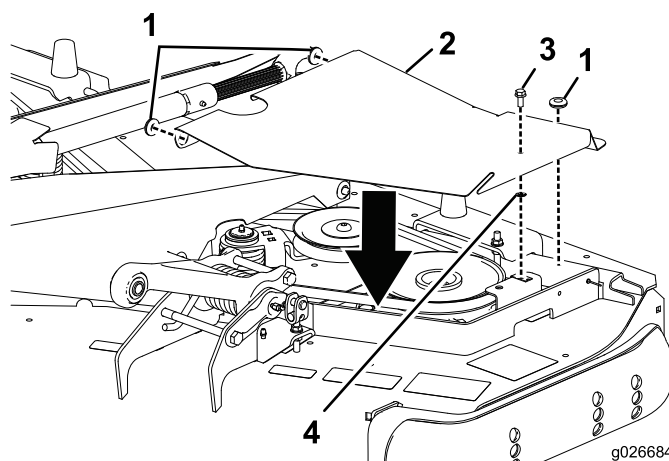

Figure 10
1. Insérez une bague dans chacun des 3 trous du couvercle gauche de plateau (Figure 10).
2. Montez la vis à embase hexagonale et l'écrou poussoir sur le couvercle (Figure 10).
4. Fixez le couvercle à l'écrou de retenue existant du plateau au moyen de la vis à embase hexagonale montée précédemment (Figure 10).